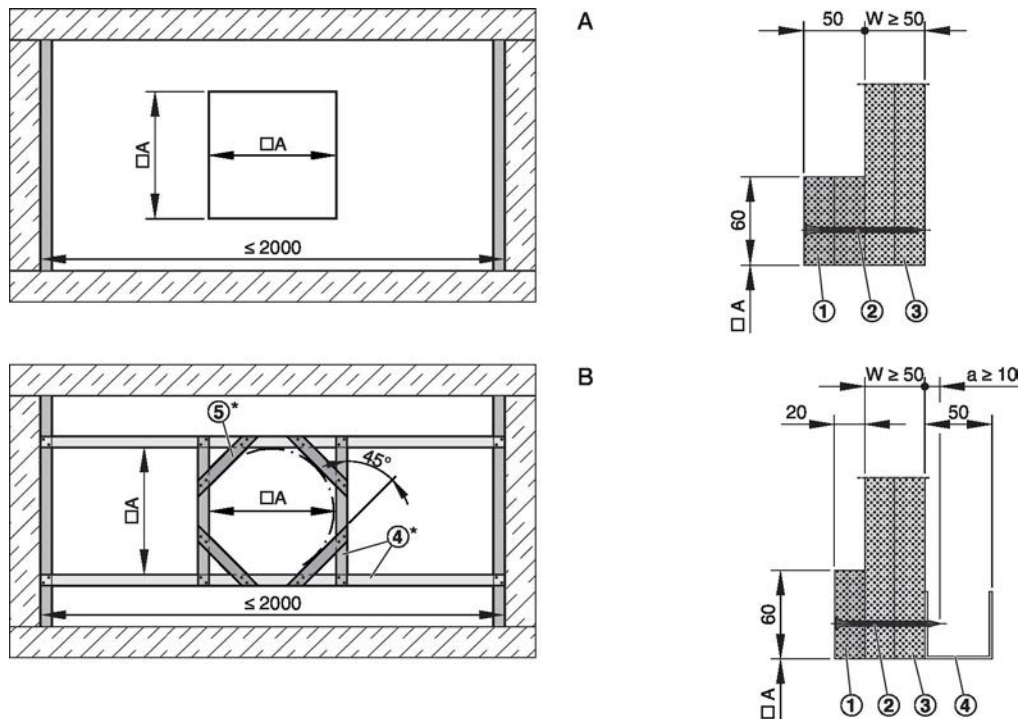

Fig. 42: Mur à gaine sans structure portante métallique et revêtement sur un côté
- Monter le mur à gaine conformément aux instructions du fabricant et créer une ouverture avec des bandes de renfort, voir Voir la Fig. 42